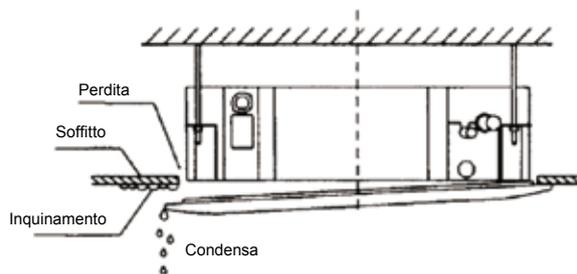

Figura 13
- L'anomalia di funzionamento descritta nella Figura 13 può essere causata dal serraggio scorretto della vite.